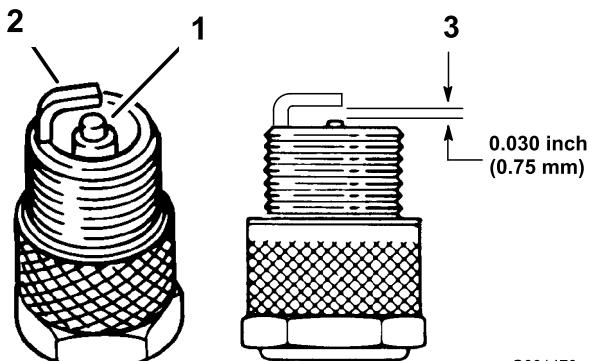

Figura 35
3. Conecte los cables a las bujías (Figura 35).
1. Mire la parte central de las bujías (Figura 35). Si se observa un color gris o marrón claro en el aislante, el motor está funcionando correctamente. Si el aislante aparece de color negro, significa que el limpiador de aire está sucio.
3. Compruebe la separación entre los electrodos central y lateral (Figura 35). Si la distancia no es correcta, doble el electrodo lateral (Figura 35).